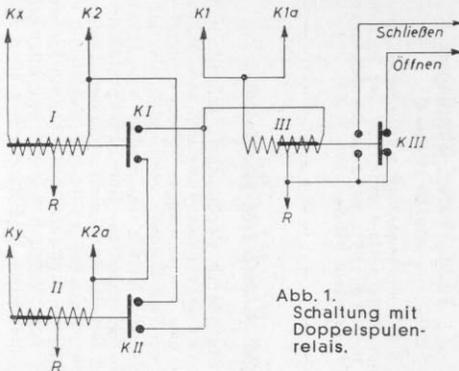

Abb. 1.
1. Die Verwendung von Doppelspulen-Relais (Vester-Antriebe, umgebaut nach MIBA-Heft 11/IV). Zur Ausführung der Schaltung nach Abb. 1 werden drei dieser Antriebe (Relais) benötigt. Die Wirkungsweise ist folgende: